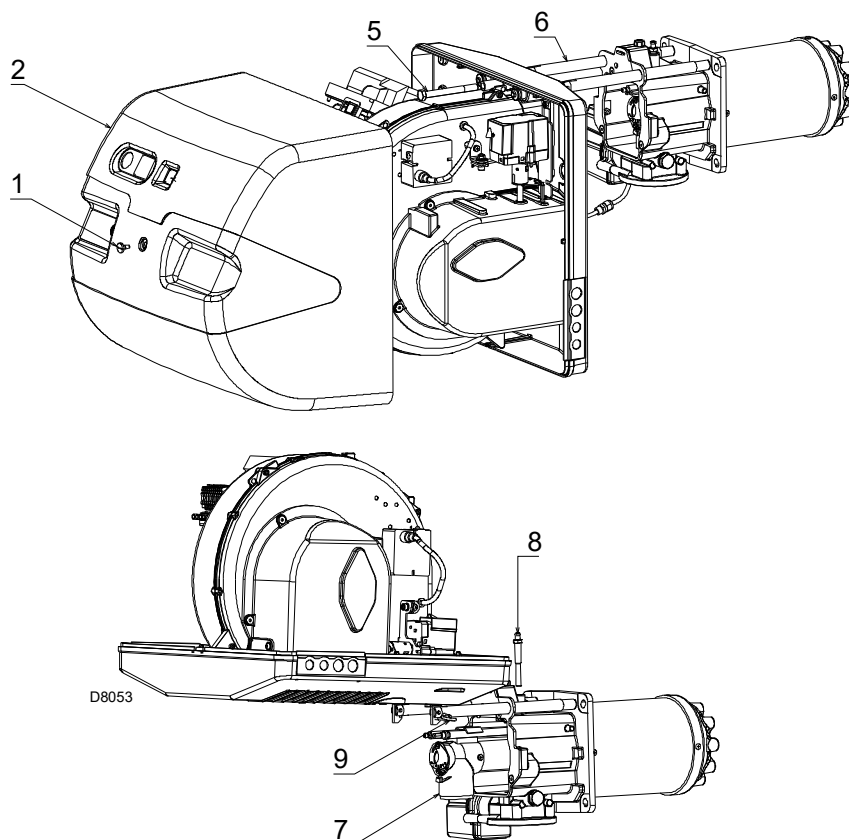

Fig. 34
- Allentare la vite 1)(Fig. 34) e togliere il cofano 2).
- Togliere la copiglia 9)(Fig. 34) e spingere il bruciatore fino a circa 100 mm dal manicotto.